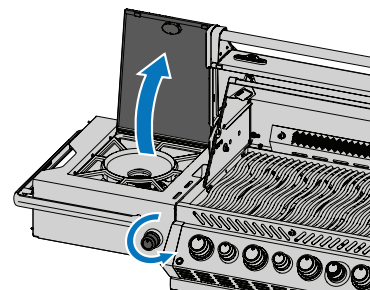

Fig. 2
5. Si el quemador no se enciende, gire el mando del quemador en sentido horario a la posición de apagado. Espere 5 minutos. Repita los pasos 3 y 4. (Fig. 2)
4. Si el quemador no se enciende, gire el mando del quemador en sentido horario a la posición de apagado. Espere 5 minutos. Repita los pasos 2 y 3. (Fig. 2)